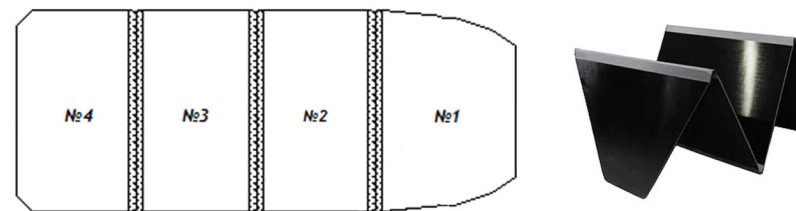

Рис.3
– В ЛН Хантер 290 Л – пайол-книжка из водостойкой ламинированной фанеры толщиной 6 мм (рис. 3). Пайол-книжка представляет собой деревянные секции пола, которые соединены между собой тканью ПВХ.